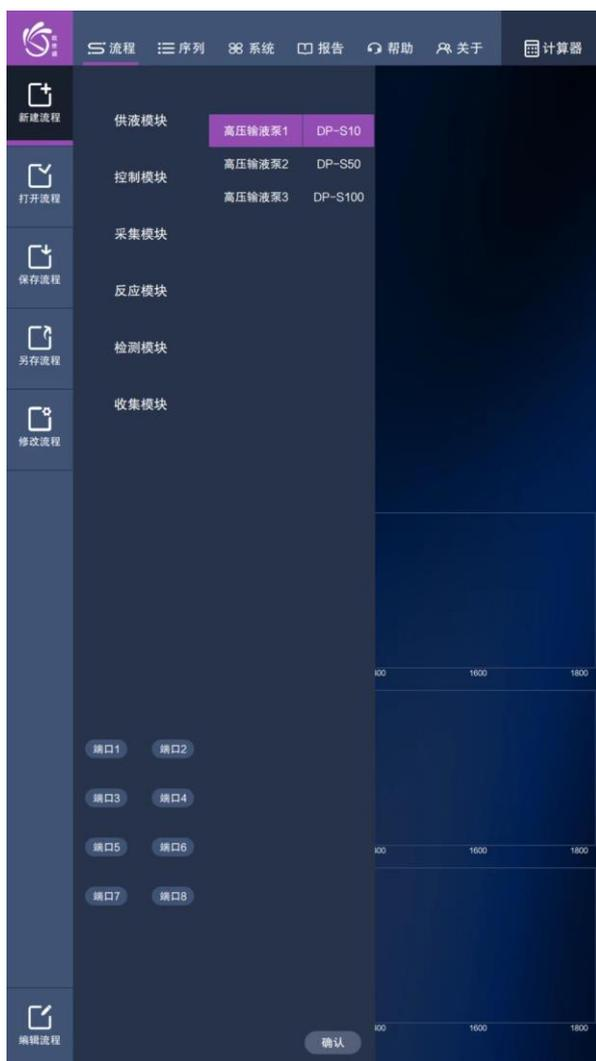

图5-1 模块端口配置界面
1. 微反应器合成平台出厂时，已完成了模块配置，如需新增模块请参见系统配置说明。如图5-1所示，需要配置各模块的端口号，此部分配置也已在设备出厂时配置完成。输液泵从设备下端到上端依次是端口1、端口2、端口3，背压阀为端口4，微通道反应器配置端口以为7~8。配置完成端口后，返回到流程主界面。
2. 在图 5-1 界面下，按【编辑流程】键，进入编辑流程界面，如图 5-2 所示，在此界面下，可根据流程工艺连接要求，通过设置模块端口号的方式，软件自动将对应模块连接在一起，待编辑完成后，再按一次【编辑流程】键，返回到流程主界面，图 5-3。